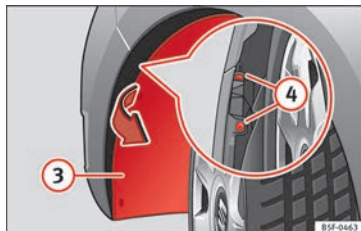

Abb. 215 Nebelscheinwerfer: Zugriff auf die Steckverbindung und den Lampenträger
- Ziehen Sie am Radkasten ③ » **Abb. 215**, um Zugriff auf die 2 Schrauben ④
» **Abb. 215** des Stoßfängers zu erhalten, die verdeckt sind.